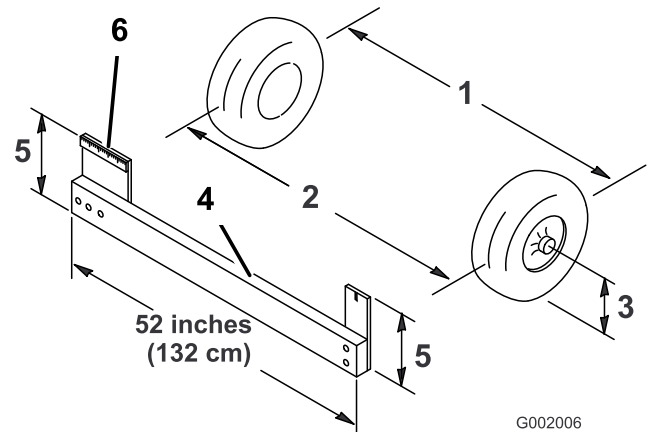

Figura 58
4. Misurate la distanza tra i pneumatici anteriori all'altezza dell'assale, davanti e dietro le ruote anteriori (Figura 58). Per rilevare la misura posteriore dei pneumatici anteriori all'altezza dell'assale occorre
un attrezzo o un calibro di allineamento; usate lo stesso attrezzo, o calibro di allineamento, per rilevare con precisione la misura anteriore dei pneumatici anteriori all'altezza dell'assale (Figura 58).